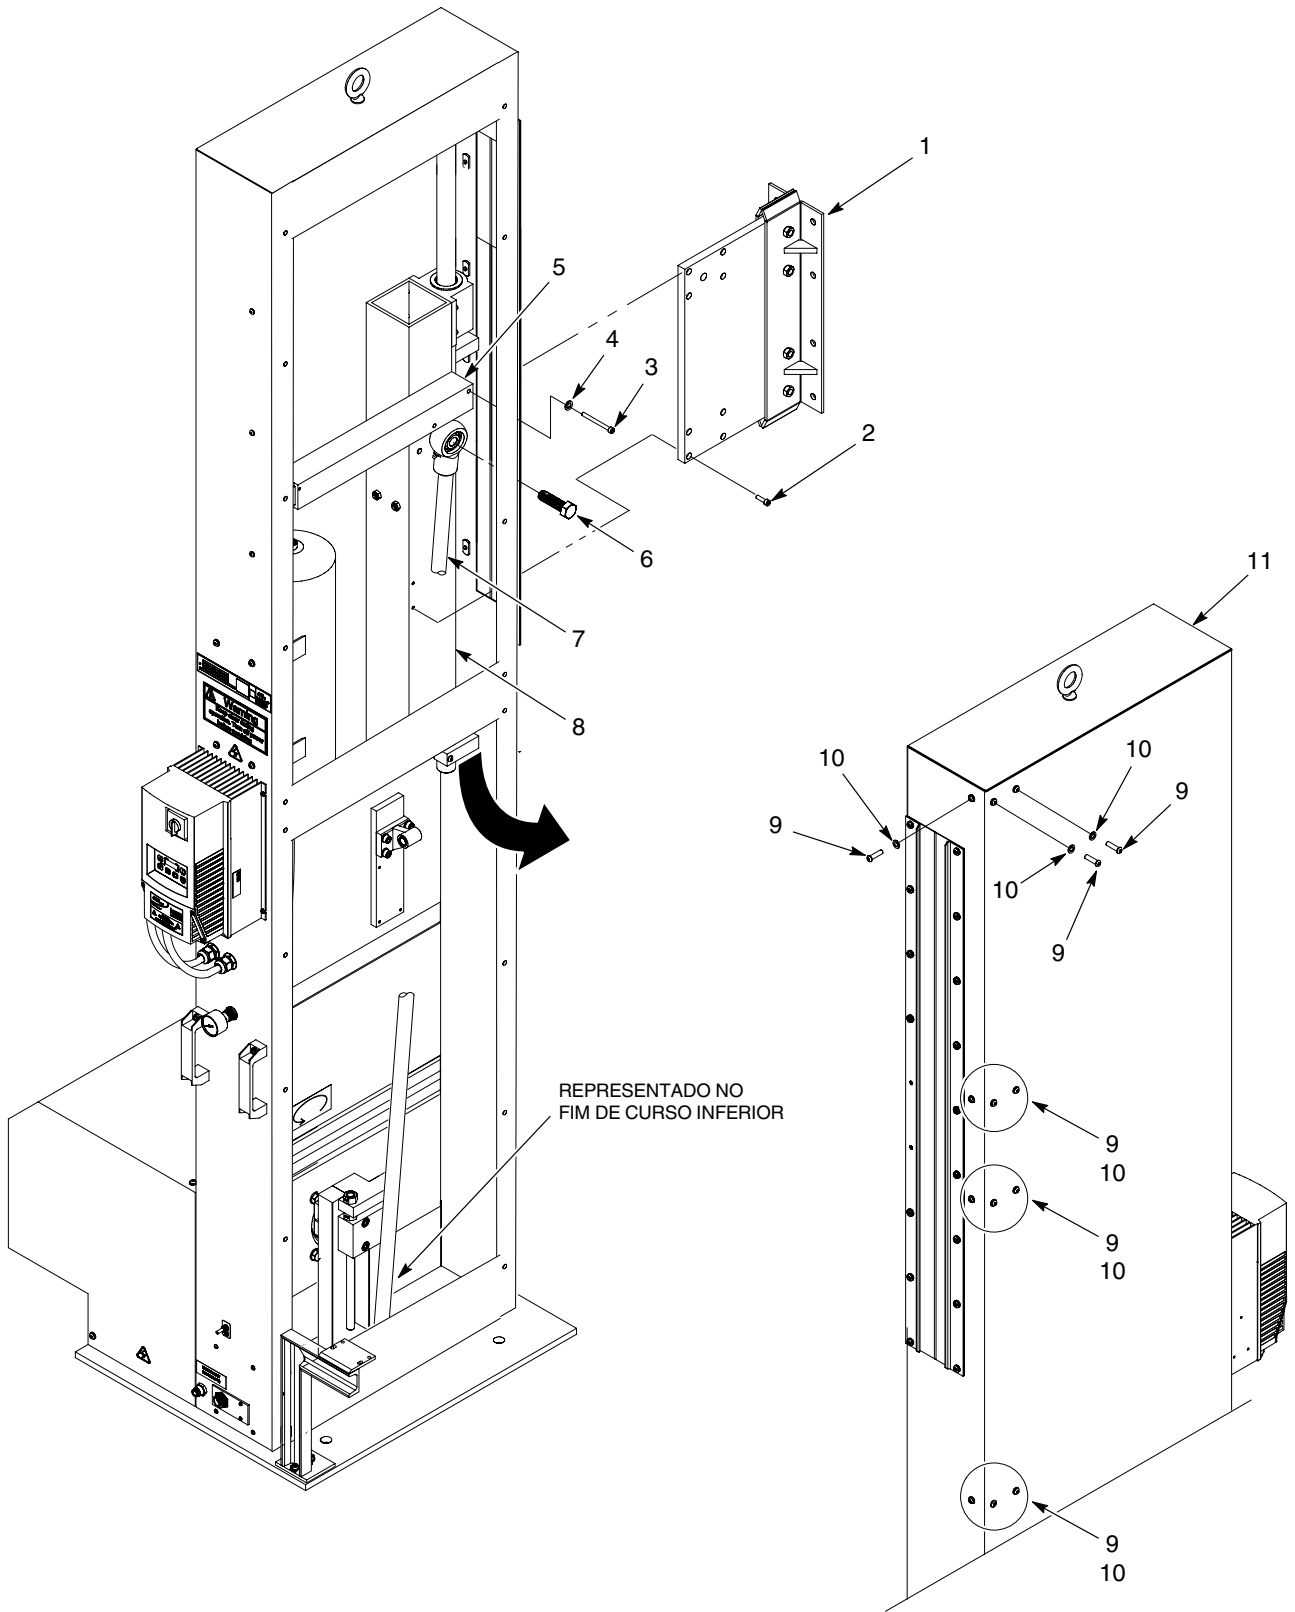

Figura 16 Remoção do conjunto de apoio
1. Consulte a figura 16. Retire os parafusos (3) e as anilhas de segurança (4) que fixam a barra estabilizadora (5) ao tubo de suporte dos apoios (8). Retire a barra estabilizadora.
2. Remova o parafuso (6) que segura a vara de ligação (7) ao tubo de suporte dos apoios (8). Desloque a vara de ligação para a esquerda, afastando-a do tubo de suporte dos apoios.
3. Remova os parafusos (2) que seguram o conjunto da placa de pistolas (1) ao tubo de suporte dos apoios (8). Retire o conjunto da placa de pistolas.
4. Peça a um assistente que segure no conjunto de apoio. Retire os parafusos (9) e as anilhas de segurança (10) que fixam o conjunto de apoio ao oscilador (11). Remova o conjunto de apoio do oscilador (11) através da abertura inferior.